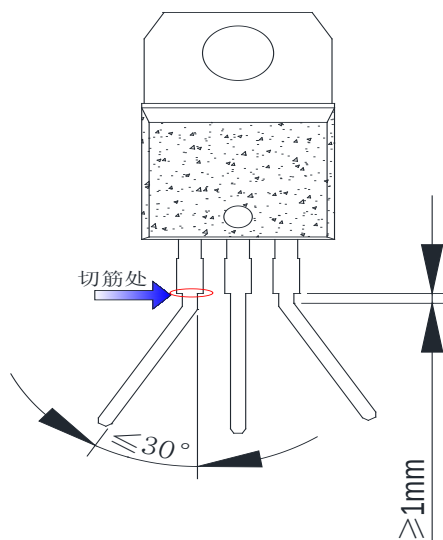

图3 引脚横向折弯成形
- 将引脚横向折弯成形时，如下图3所示，弯折处距引脚切筋处（下图红色椭圆形位置） $\geq 1\text{mm}$ 以上，弯折角度 $\leq 30^\circ$ 。